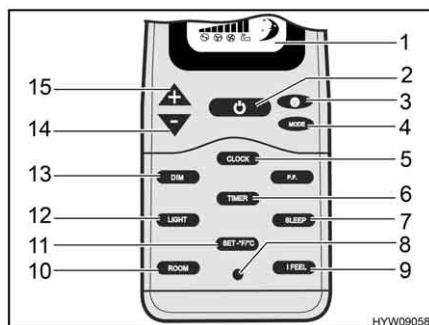

Fig. 123 Telecomando
- Se l'impianto di climatizzazione è in modalità standby: Premere il tasto On/Off (Fig. 123,2) sul telecomando.
- Premere il tasto On/Off (Fig. 123,2) sul telecomando. L'impianto di climatizzazione passa in modalità standby.
- Premere il tasto luce (Fig. 123,12) sul telecomando.
- Premere il tasto regolazione luminosa (Fig. 123,13) e impostare la luminosità desiderata con i tasti "+" (Fig. 123,15) e "-" (Fig. 123,14).
- Premere il tasto invio (Fig. 123,11). Le impostazioni vengono salvate.
- Premere il tasto invio (Fig. 123,11) sull'unità a soffitto. Le impostazioni vengono trasmesse tutte insieme all'impianto di climatizzazione e la ricezione è confermata dall'emissione di un segnale acustico.
- Premere il tasto ora (Fig. 123,5) finché l'indicazione dell'ora (Fig. 124,4) lampeggia.
- Impostare l'ora attuale con i tasti "+" (Fig. 123,15) e "-" (Fig. 123,14).